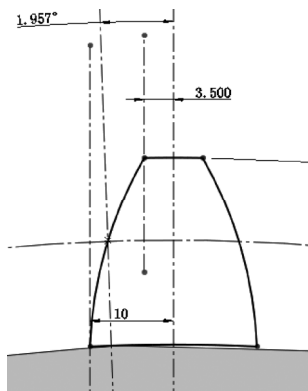

图 8-36 裁剪后的草图轮廓
⑪ 剪裁图形。选择菜单栏中的“工具”→“草图工具”→“剪裁”命令，或单击“草图”控制面板中的“剪裁实体”按钮，将齿形草图的多余线条裁剪掉。最后的效果如图 8-36 所示。